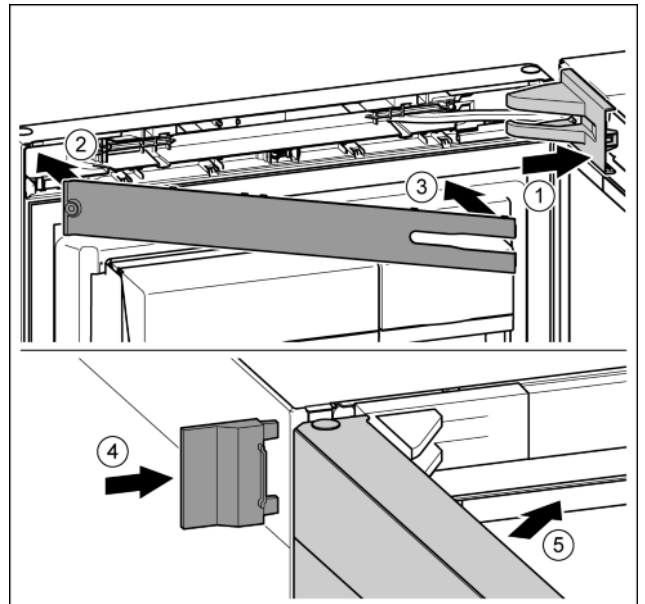

Fig. 50
- ▶ Applicare la copertura del blocco di supporto e inserirla a scatto, se necessario allontanarla con attenzione. Fig. 50 (1)
- ▶ Applicare la mascherina. Fig. 50 (2)
- ▶ Orientare verso l'interno la mascherina e innestare. Fig. 50 (3)
- ▶ Inserire spingendo la copertura esterna. Fig. 50 (4)
- ▶ Chiudere la porta superiore. Fig. 50 (5)